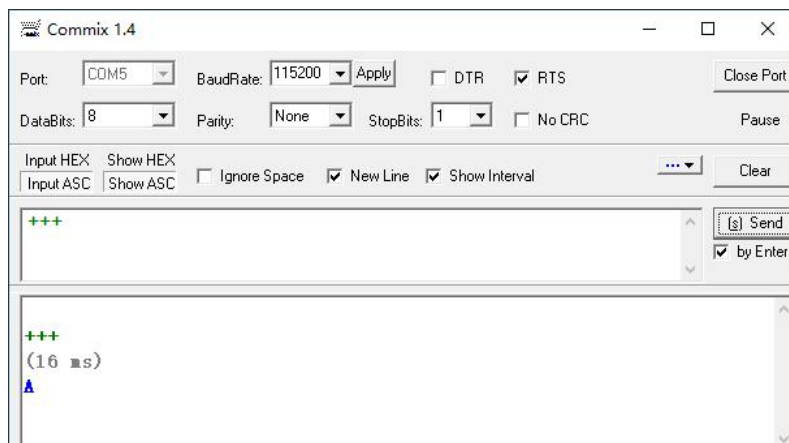

图 4-8 “+++”命令发送界面
1) 在 Commix 上输入“+++”，模块在接收到“+++”后返回一个确认码“A”，如图 4-8 所示。